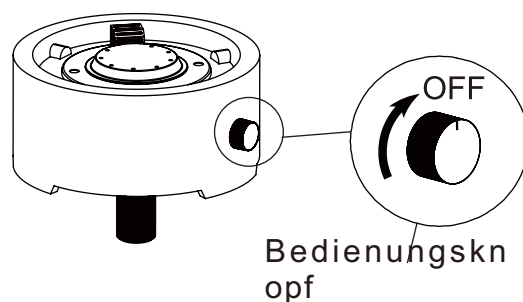

Abbildung 1
2. Vergewissern Sie sich vor dem Zusammenbau, dass sich der Drehknopf in der Position „AUS“ befindet (Abb. 1).